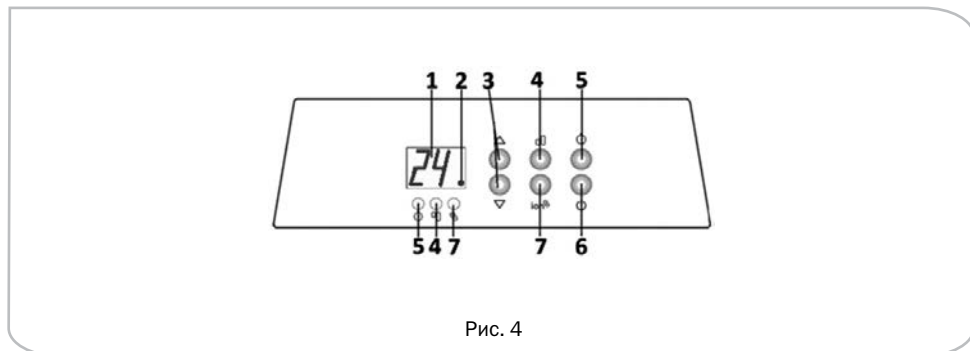

Рис. 4
5. Нажмите кнопку питания 6 (рис.4) для включения прибора, на дисплее загорятся цифры. Установите желаемый режим работы.
Данный режим работы позволяет задавать желаемую Вами рабочую температуру. Этот режим включается автоматически, если после включения конвектора не был задан другой. С помощью кнопок управления 3 (рис.4) изменяйте желаемый диапазон температур, ступенчато увеличивая или уменьшая его на 1°C. Максимально допустимая температура, которую можно установить, 35°C, минимально допустимая 5°C. При удержании одной из кнопок температура будет увеличиваться или уменьшаться на 1°C каждые 0,5 секунд. Последняя заданная температурная установка принимается за активную. Через 5 секунд после установки желаемой температуры система возобновит свою работу и на дисплее отобразится текущая температура в помещении.
Для установки таймера нажмите и удерживайте кнопку 5 (рис. 4). После мигания индикатора таймера на дисплее отобразится заданное время. С помощью кнопок 3 (рис. 4) изменяйте желаемое к установке время, увеличивая или уменьшая время на 1 час. При включенном индикаторе система начинает отсчитывать время в соответствии с предыдущей установкой, если новое значение не будет установлено в течение 5 секунд. Каждый раз при нажатии кнопок 3 система начинает новый отсчет времени или возвращается к исходным параметрам по окончании работы таймера, после чего выключается и прекращает работу. Для отмены работы таймера необходимо повторно нажать кнопку 5 (рис. 4).
Конвекторы серии Комфорт E2.0 полностью безопасны для детей, поскольку позволяют использовать функцию «Родительского контроля». Для блокировки панели управления нажмите и удерживайте в течение 3 секунд обе кнопки 3 (рис. 4).
Для снятия блокировки с системы повторно нажмите и удерживайте обе кнопки 3 (рис.4).
Для выбора режима мощности нажмите и удерживайте кнопку 4 (рис. 4). При установке режима полной мощности загорится индикатор 4.
Для активации ионизатора воздуха нажмите кнопку 7 (рис.4), на панели управления загорится индикатор 7. Для отключения ионизатора повторно нажмите кнопку 7, после чего индикатор должен погаснуть.